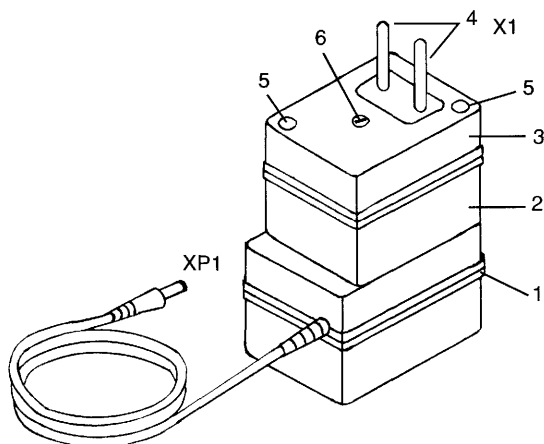

Рис. 1. Корпус штатного сетевого адаптера
требований электро- и пожарной безопасности, о чем еще будет сказано далее. Поэтому для понижения напряжения на входе СА предлагается использовать балластный гасящий конденсатор и вообще не разбирать корпус штатного СА (рис.1 и 2).
Для установки гасящих конденсаторов и других дополнительных элементов предлагается использовать отдельный разборный корпус (см. рис.1), с вилкой 4. Подобные корпуса, состоящие из двух половин (2) и (3), скрепленных несколь-